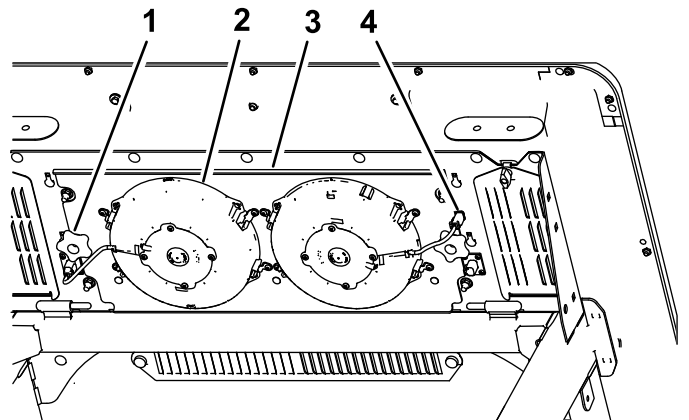

Figura 58
3. Desconecte el enchufe y el cable de los ventiladores de la toma (Figura 58).
4. Retire los 2 mandos que fijan el conjunto del panel del ventilador y los ventiladores a la parte inferior de la parte superior de la cabina (Figura 58) y retire el conjunto.